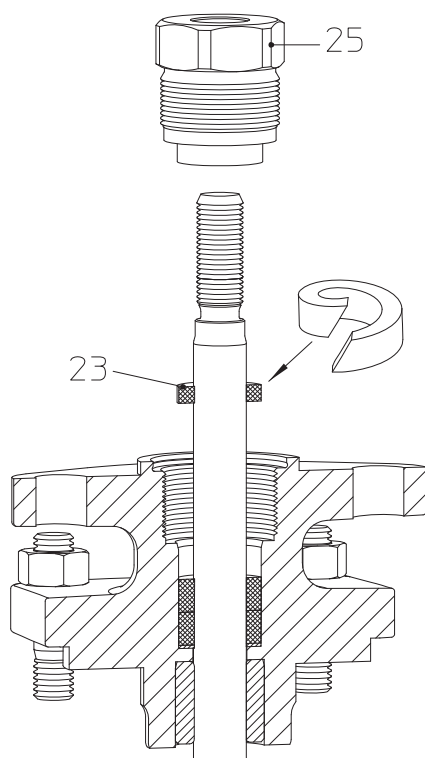
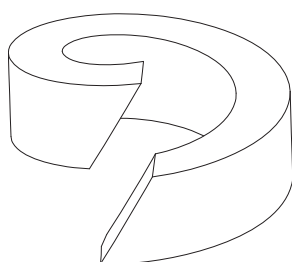

Fig. 19: Tenuta a premistoppa
Fig. 21: Anello di tenuta
- Quando si sostituiscono gli anelli di tenuta a V (pos.12) bisogna rispettare la corretta sequenza e posizione di montaggio delle singole parti (si veda Fig. 19).
- La guarnizione (pos. 17) deve essere cambiata.
- Inserire un nuovo anello di tenuta, montaggio in conformità con la Fig. 19 - Fig. 21.
Se si utilizza un anello di tenuta diviso, bisogna cercare di ottenere un taglio obliquo quando lo si taglia (si veda la Fig. 21).